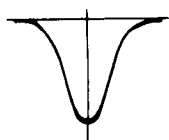

Fig. 8
(2)								270 kHz	270 kHz	CT153
**Note 3:** If the signal from the sweep generator is weak, make sure that the waveform becomes maximum and symmetrical as shown in Fig. 8.
**Remarque 3:** Si le signal provenant du générateur de balayage est faible, assurez-vous que la forme d'onde devienne maximale et symétrique comme indiqué en figure 8. Augmentez le niveau du générateur de balayage et vérifiez que le parcours en point (A) est aussi plat que possible comme indiqué en figure 9.